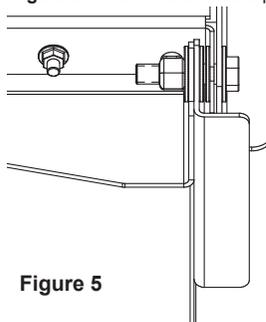

Figure 5
- Une fois tous les composants de charnière en place, mettre une rondelle de 1/2 po sur la vis de 1/2 po et fixer le contre-écrou en nylon. S'assurer qu'il n'est pas trop serré à l'endroit où il est difficile d'ouvrir la charnière; cela peut aussi entraîner une contrainte trop importante sur les composants de charnière. La **Figure 5** illustre une charnière posée.